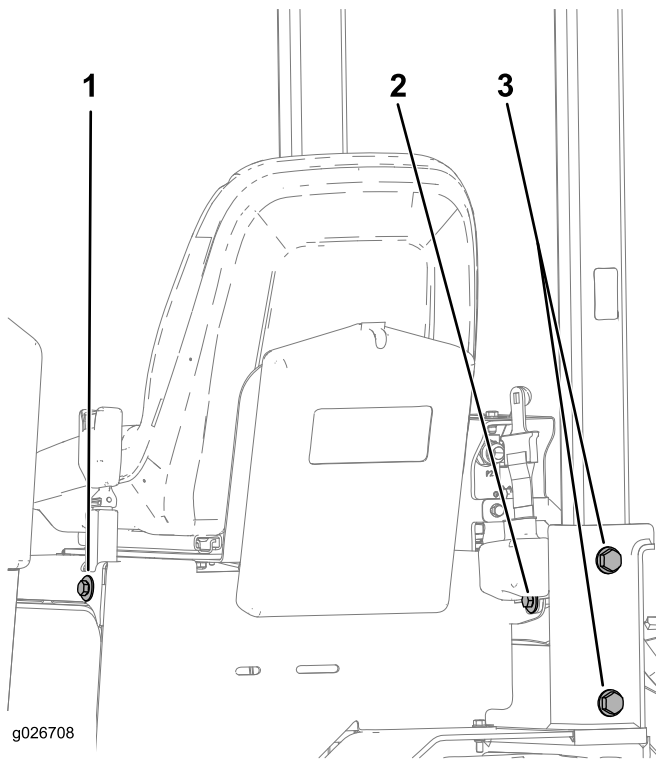

Figure 49
1. Vérifiez que les 4 boulons qui fixent le système ROPS au châssis de la machine sont serrés à un couple de 203 à 223 N·m (150 à 165 pi-lb); voir Figure 49.
2. Vérifiez que les boulons et écrous qui fixent l'enrouleur et la boucle de la ceinture de sécurité au siège sont serrés à un couple de 104 à 115 N·m (77 à 85 pi-lb); voir Figure 49.